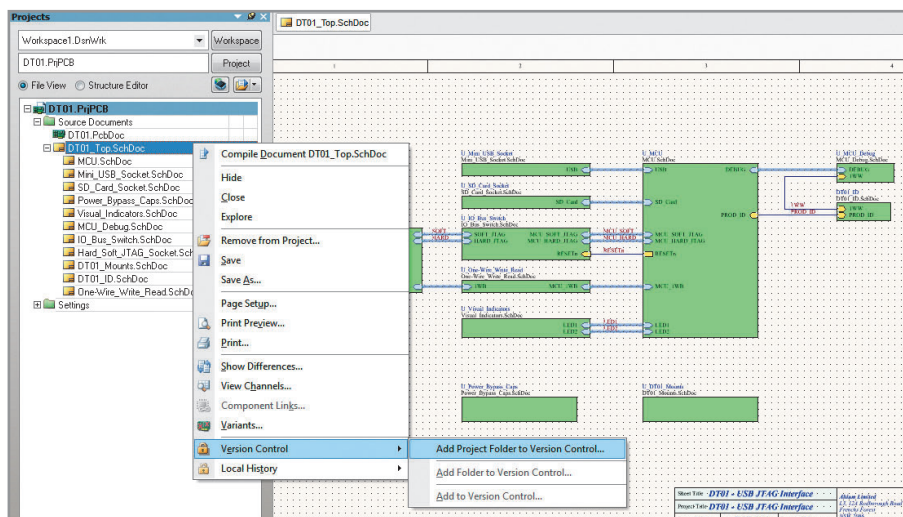
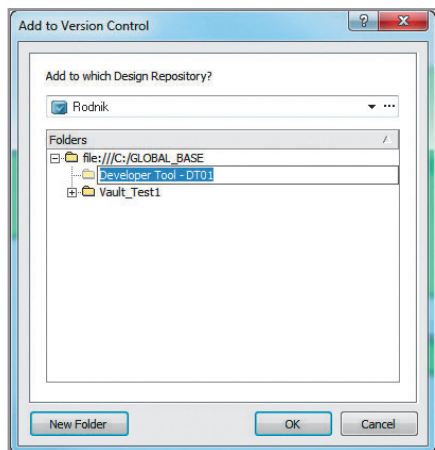

Рис. 5. Добавление проекта в хранилище
Рис. 6. Создание поддиректории в хранилище для текущего проекта
- в панели Projects щёлкнем ПКМ на любом файле или проекте целиком и выберем *Version Control > Add Project Folder to Version Control...* (см. рис. 5). При добавлении проекта в хранилище любым из перечисленных способов будет предложено выбрать хранилище и создать поддиректорию. Для каждого проекта рекомендуется создавать новую папку – *New Folder* (см. рис. 6).